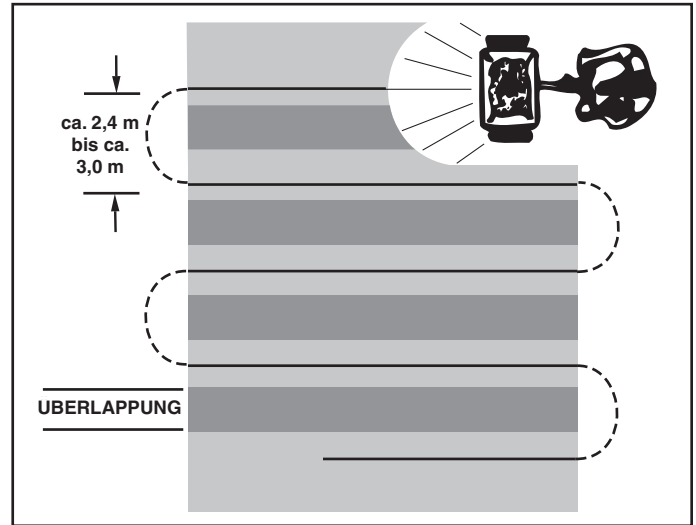

ABBILDUNG 16
8. Überlappen Sie wie in Abbildung 16 gezeigt bei jeder Bahn das Streumuster leicht mit dem der vorherigen Bahn, um eine einheitliche Abdeckung zu gewährleisten. Die ungefähren Streubreiten für unterschiedliche Materialien finden Sie in der Anwendungstabelle auf dieser Seite.